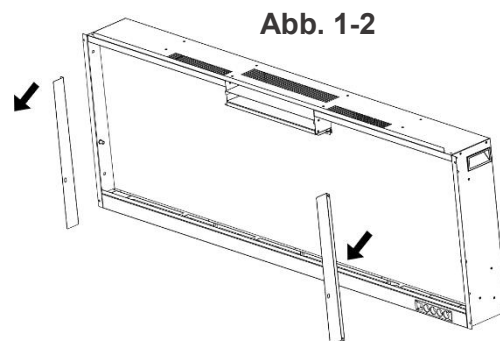

Abb. 1-2
H. Heben Sie die Frontverkleidung vorsichtig nach oben und vom Gerät weg (**Abb. 1-2**). Legen Sie sie mit der Vorderseite nach unten auf eine weiche, nicht scheuernde Oberfläche.